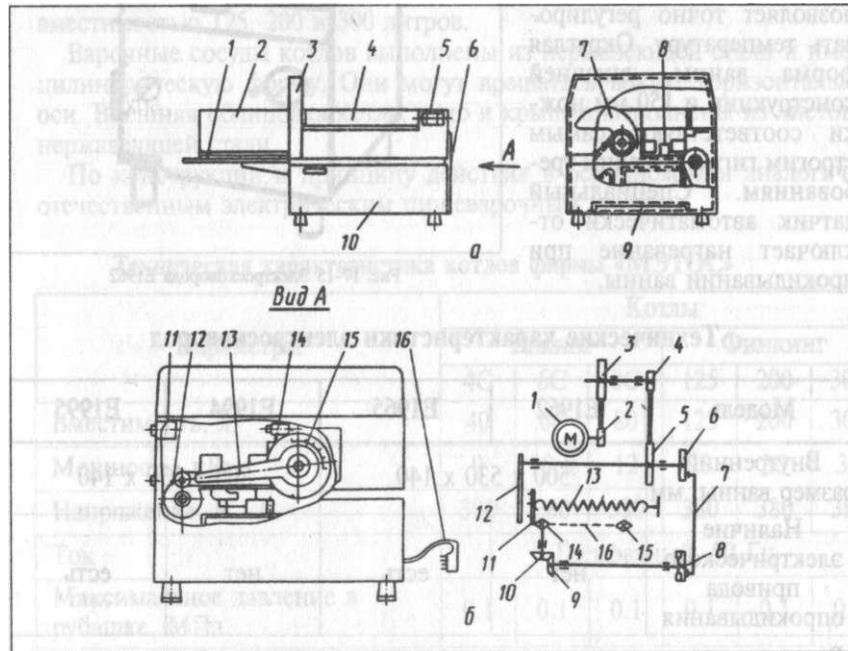

Рис. 17-16 Машина хлеборезательная АХМ-300Т.
**Машина хлеборезательная АХМ-300Т (рис. 17-16)** (производство Болгария). Хлеборезательная машина состоит из привода, механизма резания, механизма подачи, приемного и разгрузочного устройств, электропусковых и блокировочных устройств. Вращение от электродвигателя через двухступенчатую клиноременную передачу передается на серповидный нож. От главного вала через эксцентрик, шатун и кривошип, выполненный в виде обгонной муфты, вращение получает промежуточный вал с ведущей шестерней конической передаче. Ведомая коническая шестерня передает вращение цепной передачи. На цепи этой передачи установлены два пальца. Один палец, двигаясь с цепью перемещает выталкиватель с хлебом в направлении к ножу. По достижении конечного положения палец освобождает выталкиватель, и он под действием пружины возвращается в исходное положение, а концевой выключатель останавливает машину.